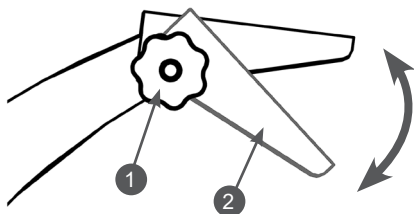

Рис. 19 Регулировка положения дефлектора
6. Отрегулируйте дефлектор жёлоба выброса выброса. Если требуется, чтобы продукты измельчения выбрасывались в контейнер – наклоните дефлектор вниз. Если сбор продуктов измельчения не требуется – поднимите дефлектор вверх (Рис. 19). Для регулировки ослабьте затяжку барашковой гайки 1, установите дефлектор 2 в требуемое положение после чего затяните барашковую гайку (Рис. 19).